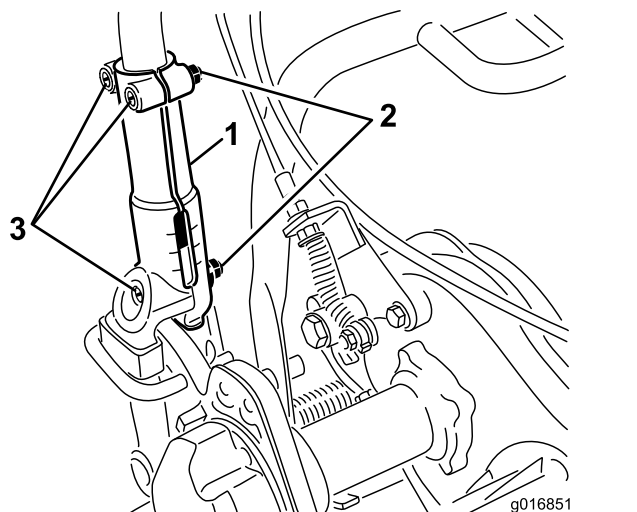

図 31
1. ハンドルを左右のハンドルクランプに固定しているキャリッジボルトとナット各3をゆるめる 図 31。